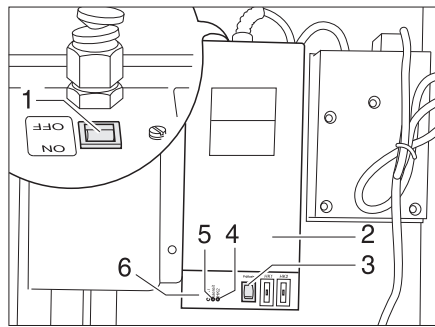

Bild 111 Trafo mit Regelgerät
Der Trafo 230 V AC/12 V DC (Bild 111,2) ist je nach Modell im Kleiderschrank oder in der Truhe der Sitzgruppe eingebaut.
- Kontroll-Leuchte (Bild 111,5) leuchtet grün: Regelung in Betrieb
- Kontroll-Leuchten (Bild 111,4 und 6) leuchten rot: Abwasserleitungen werden erwärmt
In das Gehäuse ist ein Prüftaster (Bild 111,3) integriert, mit dem das Regelgerät kurzzeitig in Betrieb genommen werden kann. Durch Drücken des Prüftasters lässt sich die Funktion der Erwärmung testen, auch wenn die Umgebungstemperatur über 5 °C liegt.
- Schalter (Bild 111,1) am Trafo (Bild 111,2) auf "ON" stellen.
- Schalter (Bild 111,1) am Trafo (Bild 111,2) auf "OFF" stellen.